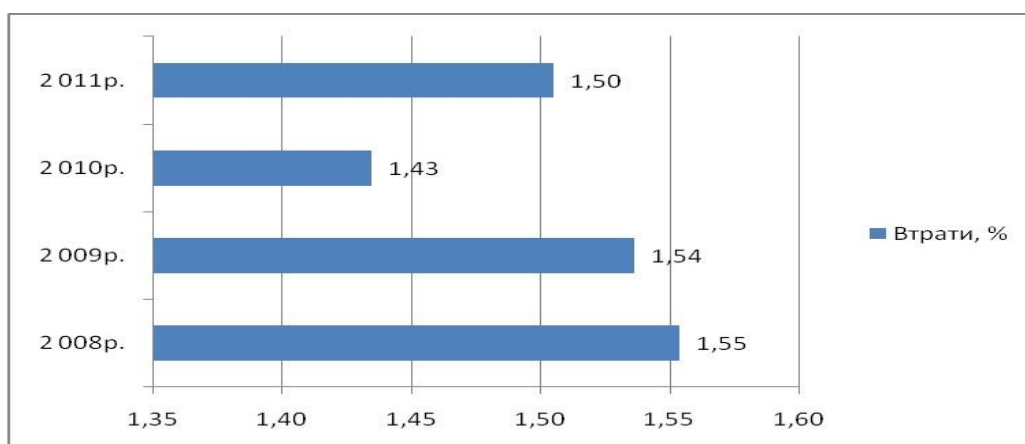

Рисунок 6.4 – Втрати теплоти у % за період 2008-2011 роки
«... результати представимо у вигляді діаграми у відсотковому співвідношенні, див. рис. 6.4».
- 1)див. рис. 6.4. (*ставиться крапка, а не двокрапка*);
- 2) Рисунок 6.4 (*без крапки*) – (*тире*) Втрати теплоти у % за період 2008-2011 роки (*немає крапки в кінці*)